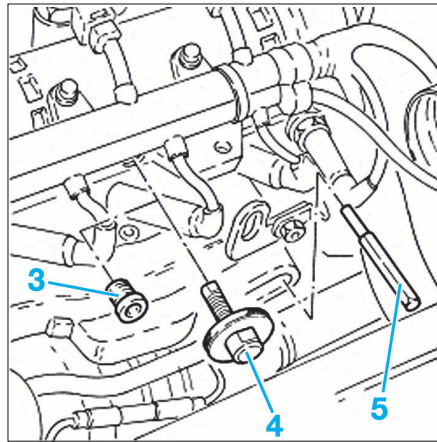

FIG. 4
- 4. Vis de calage d'arbre à cames (réf. Fiat : 1871000900) (Fig.4).
- 5. Pige de calage du vilebrequin Ø 6 mm (Fig.4).
- Dévisser le bouchon (3) et mettre à la place, la vis de blocage (4) sur l'arbre à cames d'échappement (Fig.4).
- Effectuer deux tours moteur dans le sens de rotation du moteur et contrôler de nouveau le calage avec les outils préconisés (Fig.4).